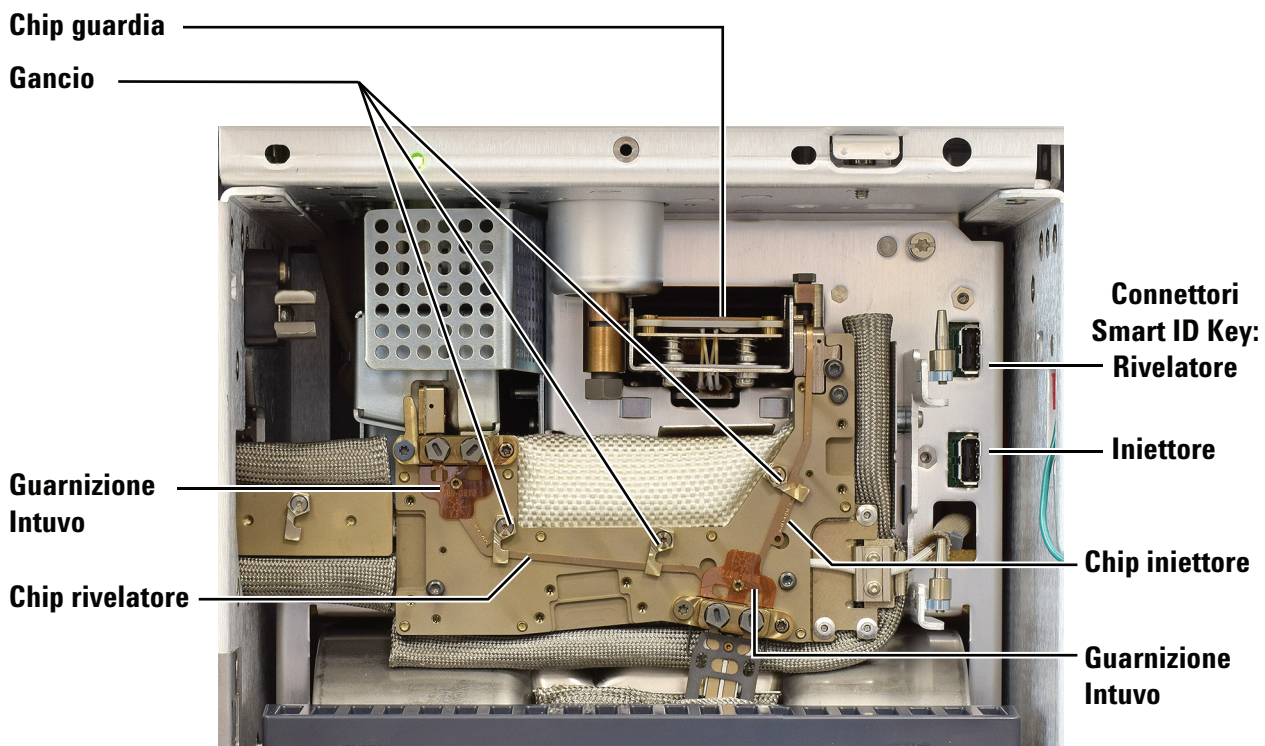

Figura 7 Componenti bus Intuvo
Figura 7 mostra i componenti principali del bus Intuvo.
- 12** Usare il cacciavite torsiometrico per aprire le clip che fissano il chip rivelatore al bus. Vedere Figura 7.